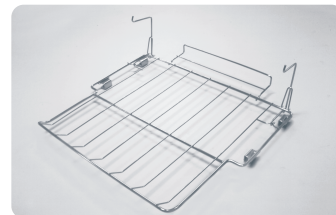

Fig. 25
- 2 | Encaixe as duas presilhas na posição vertical (Fig. 25).